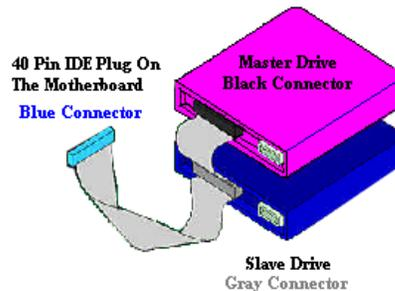

Figure 2-12. Comment connectez la nappe Ultra ATA/66 sur votre carte mère
- Insérez le connecteur **NOIR** dans le connecteur de votre disque Maître. Insérez le connecteur **GRIS** dans le connecteur de votre périphérique Esclave (deuxième disque dur, CD-ROM, etc...). Référez-vous à la figure 2-12.